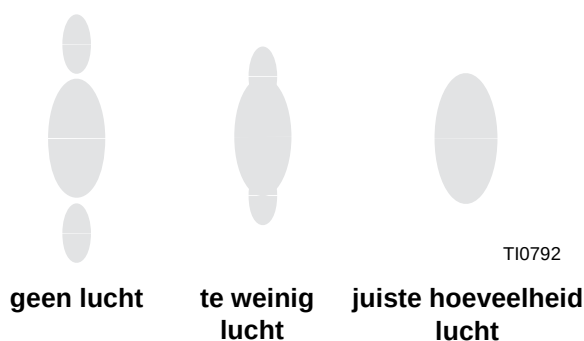

FIG. 11: Correct spuitpatroon
4. Draai de druk voor de vernevelingslucht op circa 70 kPa (0,7 bar, 10 psi) wanneer de trekker wordt ingedrukt. Controleer het spuitpatroon en stel de luchtdruk bij tot de slierten aan het einde volledig worden verneveld en in het spuitpatroon worden getrokken. Zie FIG. 11. Ga niet verder dan een luchtdruk van 0,7 MPa (7 bar, 100 psi) naar het pistool.